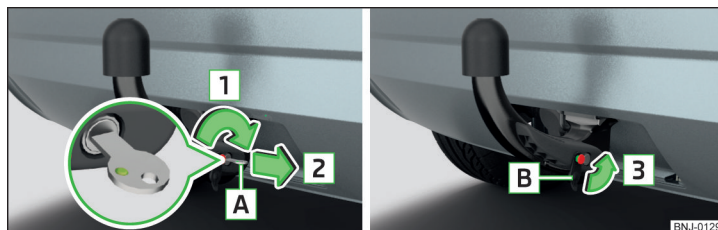

Fig. 156 Încuiați încuietoarea și scoateți cheia/așezați capacul pe încuietoare
- Rotiți cheia **A** în sensul săgeții **1**, în așa fel încât marcajul verde al acesteia să indice înspre în sus » fig. 156.